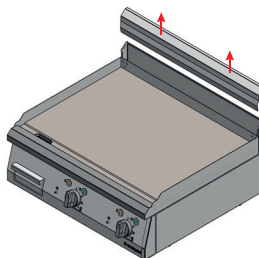

Bild 11. Demontage des Feuerschutzes.
- **Die Abdeckung des Dampfableiters der Grillplatte durch ein entschlossenes Ziehen mit beiden Händen nach oben abnehmen (Bild 11).** Die abgenommene Abdeckung sollte man für die erneute Verwendung in der Zukunft aufbewahren.